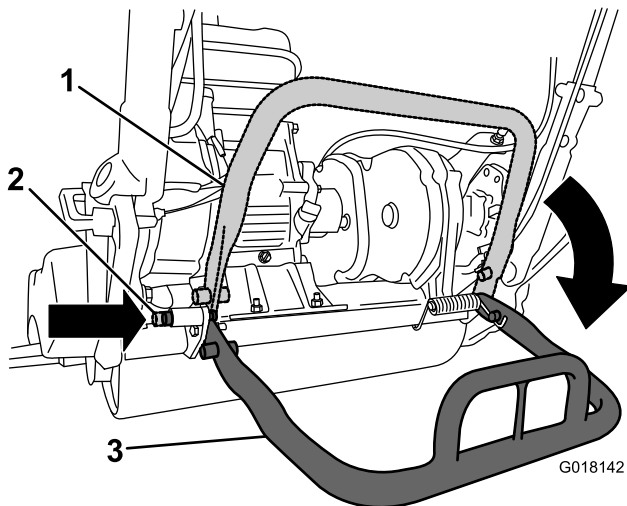

Figura 3
2. Abbassate il cavalletto e premete il perno di bloccaggio per fissarlo in posizione di servizio (Figura 3). Appoggiate la macchina sul perno di bloccaggio.